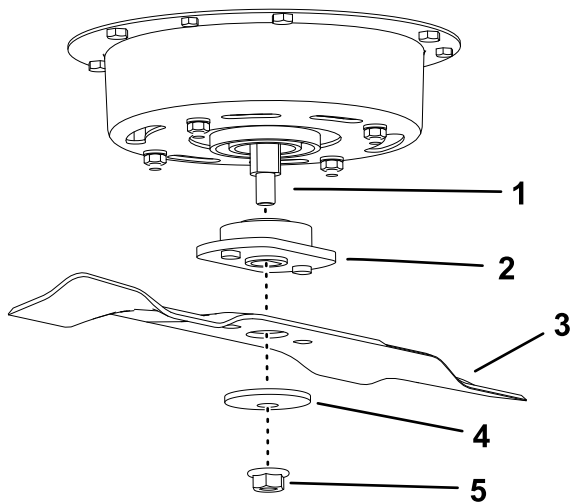

Figure 37
1. Placez la lame et l'adaptateur sur l'axe (Figure 37).